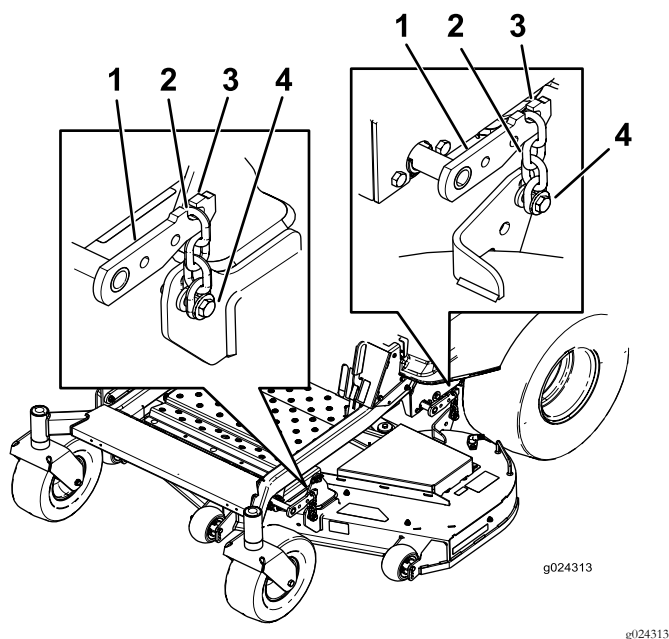

Figura 70
- Desaperte os parafusos de ajuste nos 4 cantos de forma que a plataforma assente de forma segura nos quatro calços (Figura 70).
- Certifique-se de que existe tensão nas 4 correias (Figura 70).
- Aperte os 4 parafusos de ajuste (Figura 70).